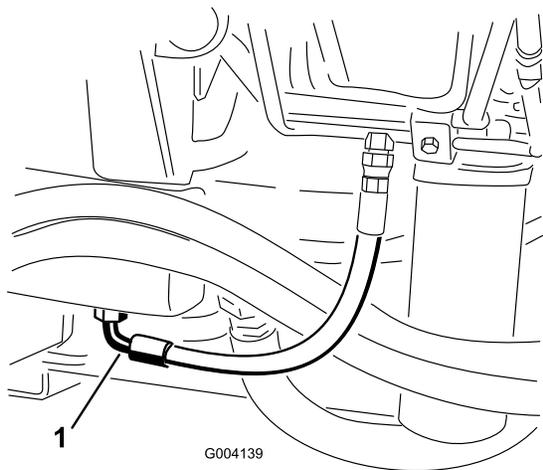

Figure 63
2. Placez un grand bac de vidange sous le raccord monté au bas du réservoir de liquide hydraulique (Figure 63).